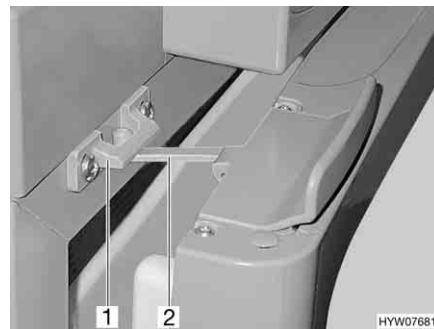

Fig. 59 Porta del frigorifero in posizione di ricircolo d'aria (Thetford)
■ Aprire il bloccaggio (Fig. 59,2) e innestarlo nella sede di bloccaggio (Fig. 59,1). In questo modo la porta del frigorifero rimane ferma in posizione socchiusa.